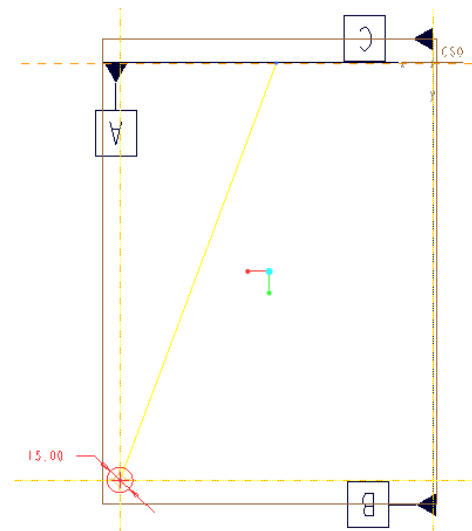

図 9-43 ワイヤー断面のスケッチ
- ・ A 面と B 面の交点を中心としてばねの断面として円を描いて、直径を設計値「15」を入力する (図 9-43)。